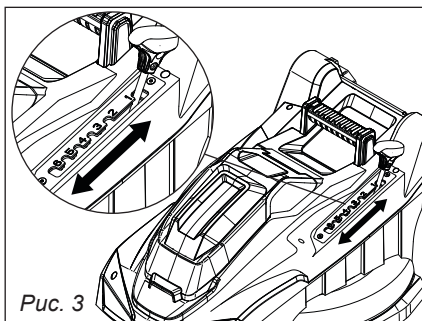

Рис. 3
1. Установка рукоятки (рис. 3)